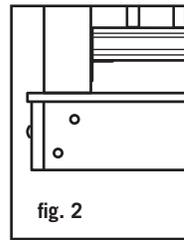

fig. 2
Step 3: Position, plumb with a level and clamp the rail post on the interior face of the joist. Plumb again. The 4x4 railing post should be bolted to the inside of the joists using two 1/2"x6" galvanized carriage bolts. Corner posts use a third carriage bolt inserted through the adjacent joist (fig. 2).
Étape 3 : Placez, nivelez et serrez à l'aide d'un serre-joint le poteau pour balustrade sur la face inférieure de la solive. Nivelez encore. Le poteau 4x4 devrait être fixé à l'intérieur des solives avec des boulons de carrosserie galvanisés de 1/2 po x 6 po. Pour les poteaux dans les coins, utilisez un troisième boulon que vous fixerez à la solive adjacente (fig.2).